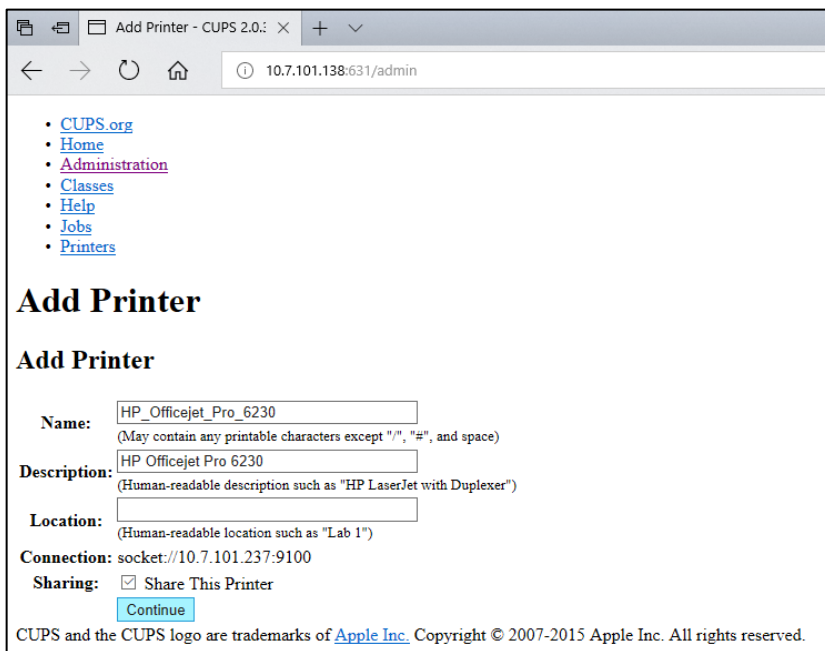

Рис. 102. Екран Add printer (Додати принтер).
5. Виберіть **Share this printer** (Надати спільний доступ до цього принтера) і натисніть **Continue** (Продовжити) (рис. 102).